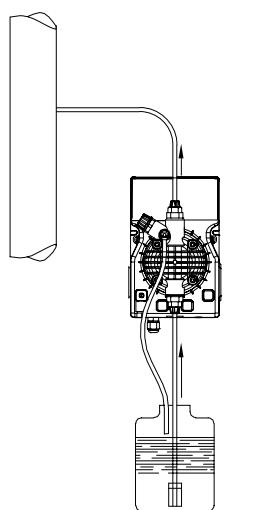
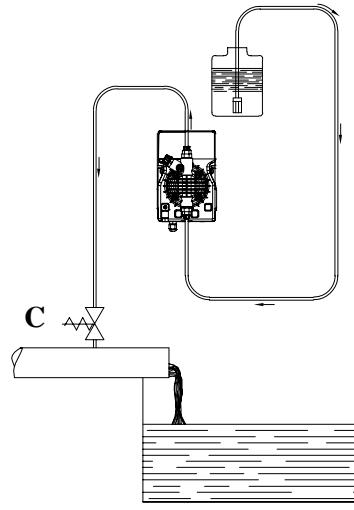

Bild 5
Bild 6
- Montieren sie die Pumpe wie in Bild 5 dargestellt ist. Die Pumpe kann entweder über oder unter dem Flüssigkeitsbehälter angebracht werden. Beachten sie dabei, dass die maximale Saughöhe von 2 Meter nicht überschritten wird. Wenn die Pumpe bei atmosphärischem Druck arbeitet (kein Gegendruck) und der Chemikalentank oberhalb der Pumpe angebracht ist, muss regelmäßig darauf geachtet werden, dass am Impfventil keine Flüssigkeit austritt bei ausgeschalteter Pumpe Bild 6. Sollte das Problem auftreten, so kann ein einstellbares Gegendruckventil abhelfen, welches zwischen Pumpe und Impfstelle eingebaut wird (C). Im Falle wenn die Flüssigkeit aggressive Dämpfe erzeugt, bringen sie die Pumpe nicht über dem Chemikalienbehälter an, es sei denn dieser ist hermetisch abgeschlossen.